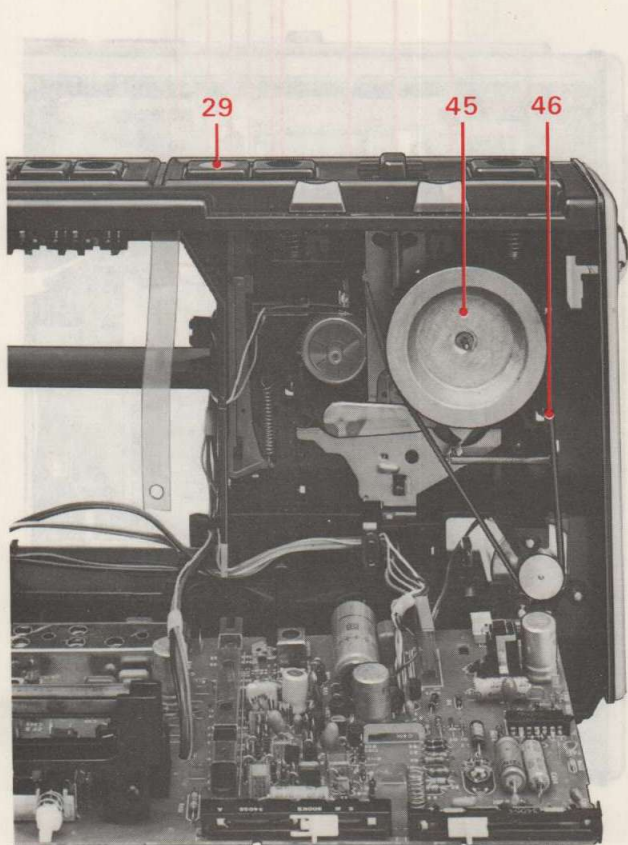

Abb. 7 Riemen wechseln
**16. Federsatz 38, 39** (Abb. 7)